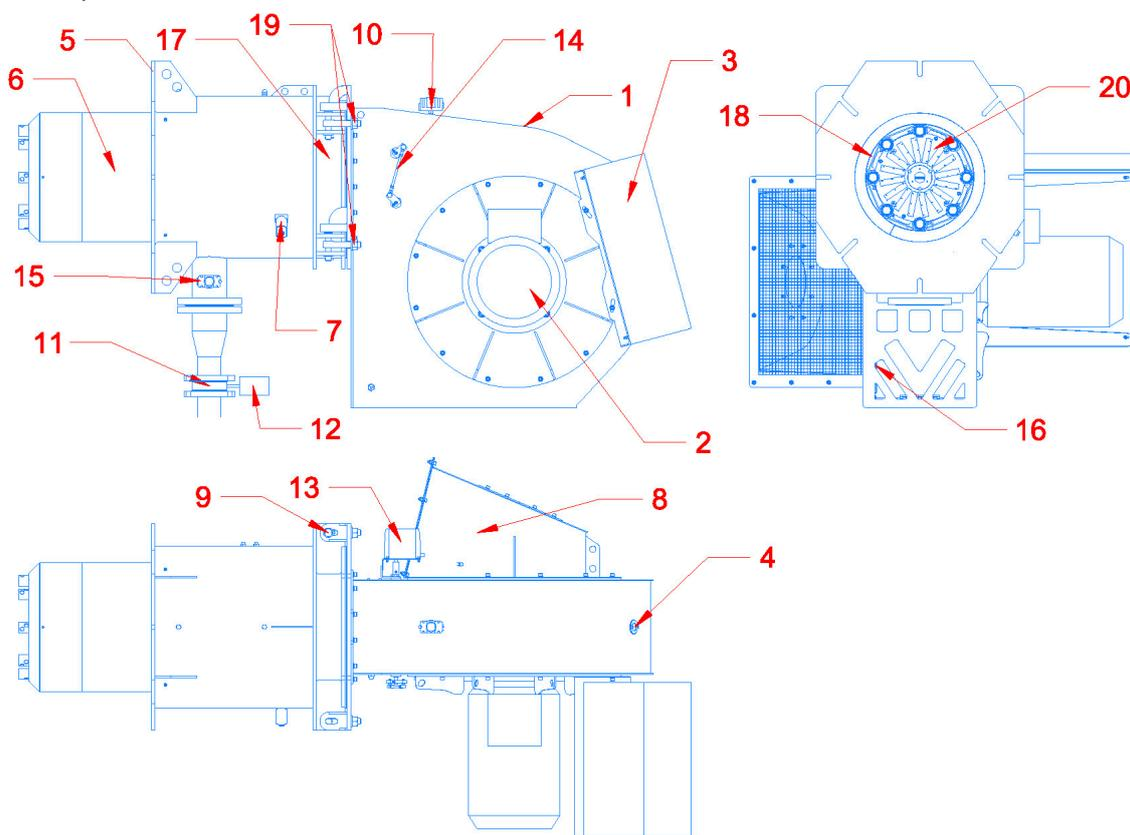

Рис.1. Общий вид устройства горелочного серии T-5.820 G.E.
1.3.1 Состав устройства горелочного серии T-5.820 G.E и размещение составных частей показаны на рис.1.